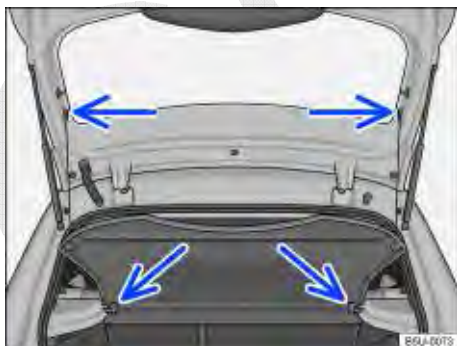

Fig. 79 No compartimento de bagagem: remover e instalar a cobertura do compartimento de bagagem.
- Desprender os cordões de retenção do suporte da tampa traseira ⇒ **Fig. 79** (setas superiores).
- Retirar a cobertura do compartimento de bagagem por trás, para fora dos suportes laterais ⇒ **Fig. 79** (setas inferiores).
- Empurrar a cobertura do compartimento de bagagem para a frente, introduzindo-a nos suportes laterais ⇒ Fig. 79 (setas inferiores).
- Encaixar os cordões de retenção na tampa traseira ⇒ Fig. 79 (setas superiores).